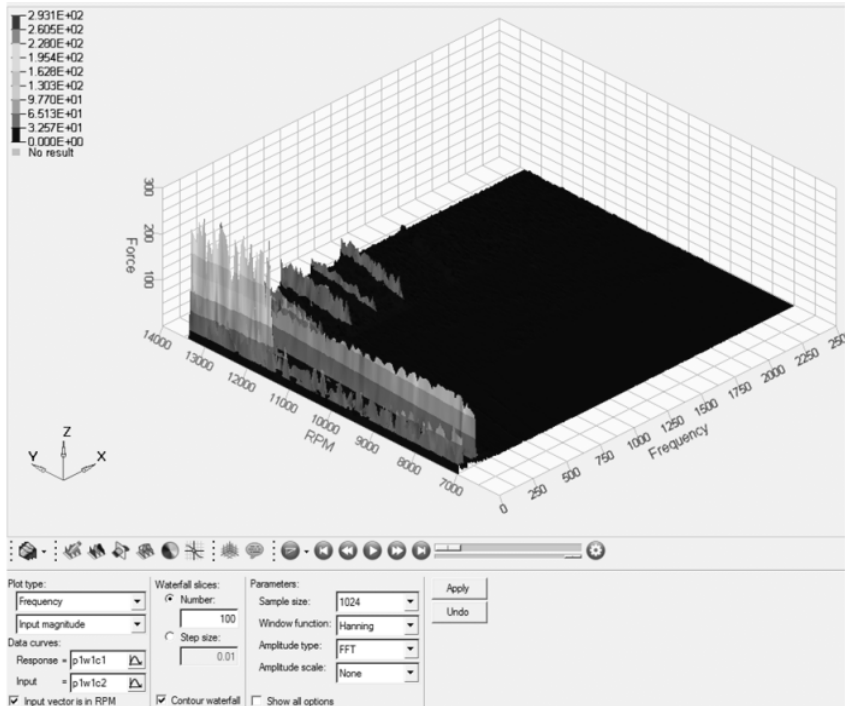

图 13-101 以 RPM 为变量的频率瀑布图
- (1) 对于 Plot Type, 从下拉菜单中选择 Input Magnitude 而不是 Time。
- (2) 在 Data Curves 下为 Response 选择 RPM vs Time - Raw。
- (3) 在 Data Curves 下为 Input 选择 RPM vs Time - Filtered。
- (4) 勾选 Input vector is in RPM 复选框。
- (5) 单击 Apply 按钮, 结果如图 13-101 所示。
- (6) 单击 Undo 按钮返回到 Frequency vs Time 图。